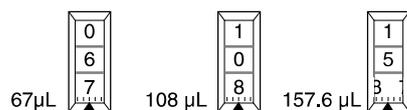

Abbildung 4: Beispiele für Volumeneinstellungen
4. Die Verriegelung für die Volumeneinstellung in die Position „verriegelt“ schieben (Abb. 2 oben), um versehentliches Verstellen des eingestellten Volumens auszuschliessen. Einige Beispiele für Volumeneinstellungen einer Pipette mit 200 µl sind in Abb. 4 dargestellt.